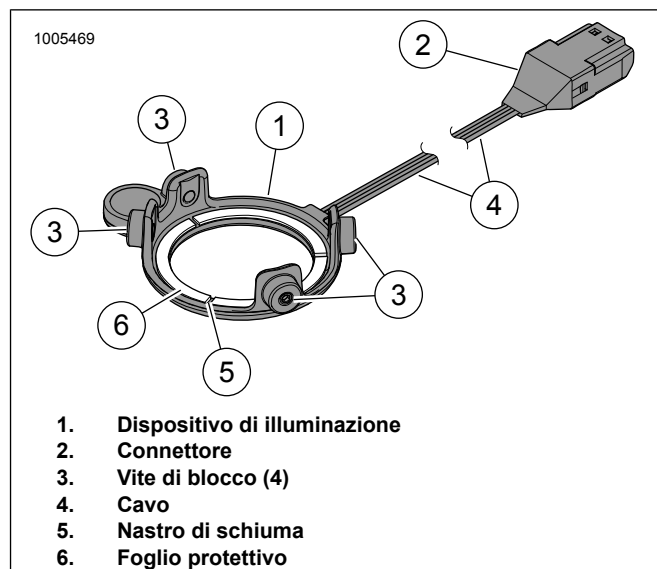

Figura 14. Luce LED, altoparlante rotondo Stage I
3. Vedere la figura 14. Rimuovere il foglio protettivo (6) dal nastro di schiuma (5) sul retro del dispositivo di illuminazione (1).